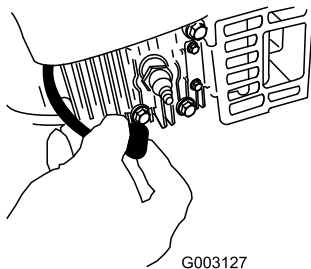

Figure 43
2. Débranchez la bougie (Figure 43) avant de procéder à un quelconque entretien.